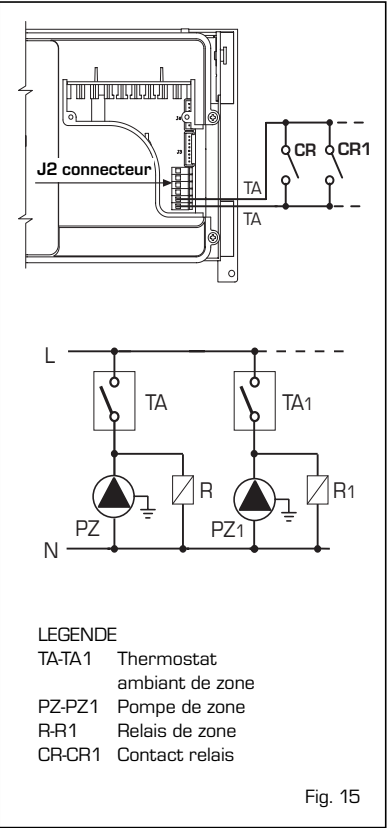

Fig. 15
- **Trimmer "POT. RISC."** (10 fig. 15)
Utiliser une ligne électrique séparée sur laquelle il faudra relier les thermostats ambiants avec les pompes de zone correspondants. La connexion des contacts relais doit être effectuée sur le connecteur (J2) de la carte électronique après avoir enlevé le pont existant (fig. 15).